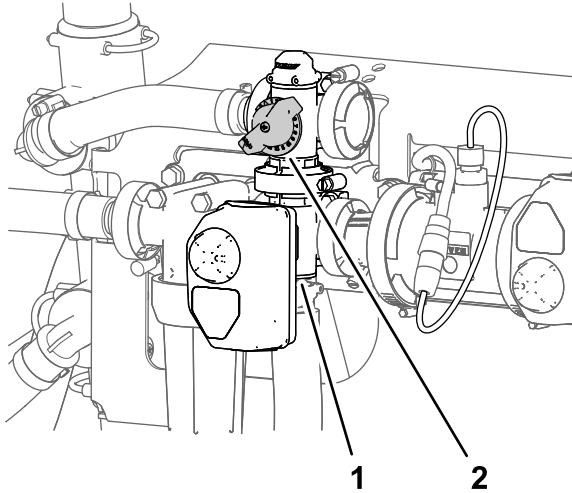

Bild 41
10. Stellen Sie das Rührwerksicherheitsventil (**Bild 41**) hinten am Rührwerkventil so lange ein, bis das Druckmanometer für den Druck des Sprühsystems 6,89 bar anzeigt.